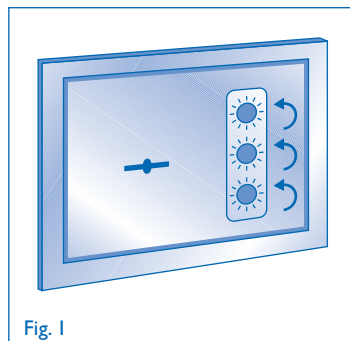

Fig. 1
- A) Vérifier si l'ensemble est à zéro, en tournant les trois compteurs vers la gauche (sens inverse des aiguilles d'une montre), jusqu'à l'arrêt (Fig. 1).